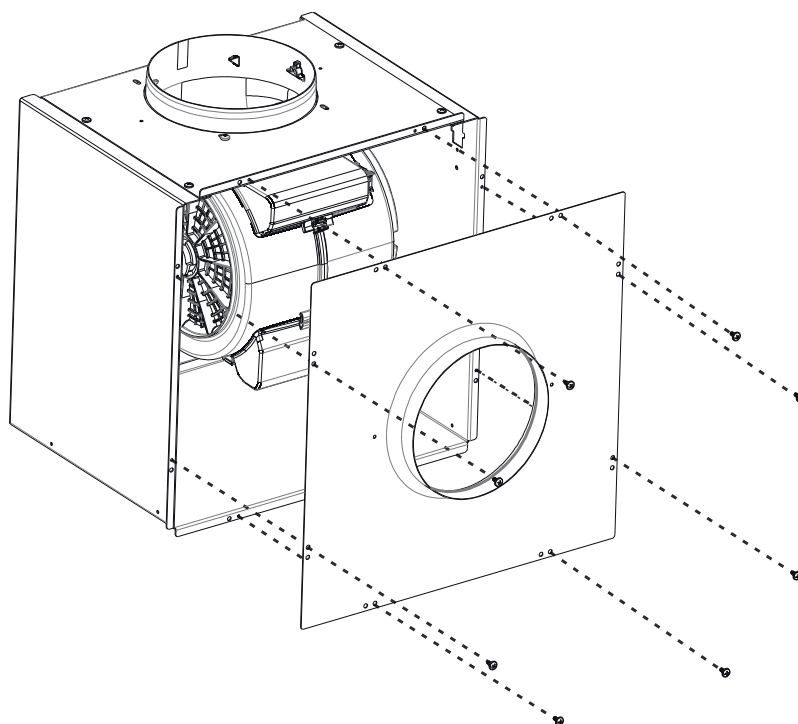

Fig. 27
- 2.** ➡ Brug nu 1 stk adapterplade med rundt hul til at lukke motor-kabinettets åbne ende og skru den fast vha. 8 skruer (Fig. 27).